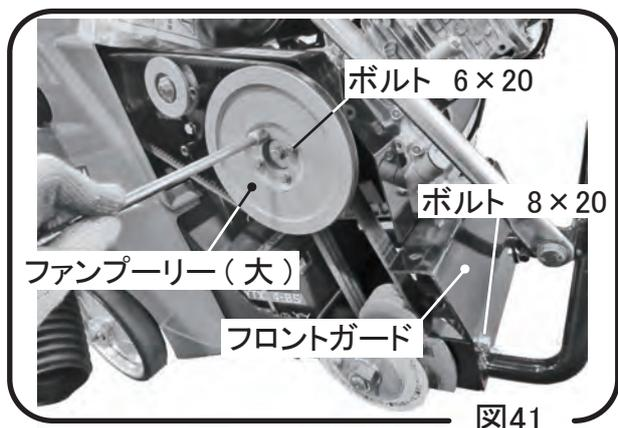

図41
- 2 ボルト 6×20の4本を外して、ファンプーリー(大)を取り外します。ボルト8×20の4本を外して、フロントガードを取外します。(図41)